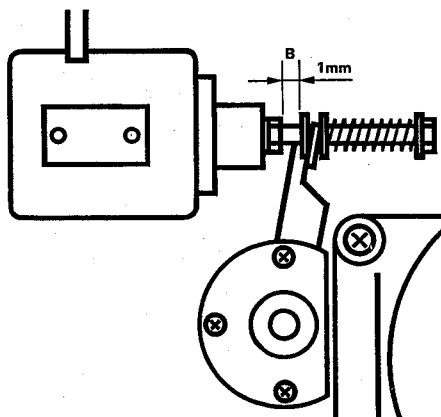

Fig. 4.3.-2
- Par l'intermédiaire d'un fil de nylon fixé d'une part sur l'axe du galet presseur (éventuellement dévissez le couvercle de l'axe) et d'autre part à un dynamomètre. Tirez le bras dans la direction A (fig. 4.3.-1) jusqu'à ce que le galet presseur décolle de l'axe de cabestan. Le dynamomètre doit alors indiquer  $13\text{ N} \pm 1\text{ N}$  ( $1,3\text{ kp} \pm 0,1\text{ kp}$ ).
- Andruckkraft kontrollieren und wenn nötig mit Schraube C justieren. (Fig. 4.3.-2).